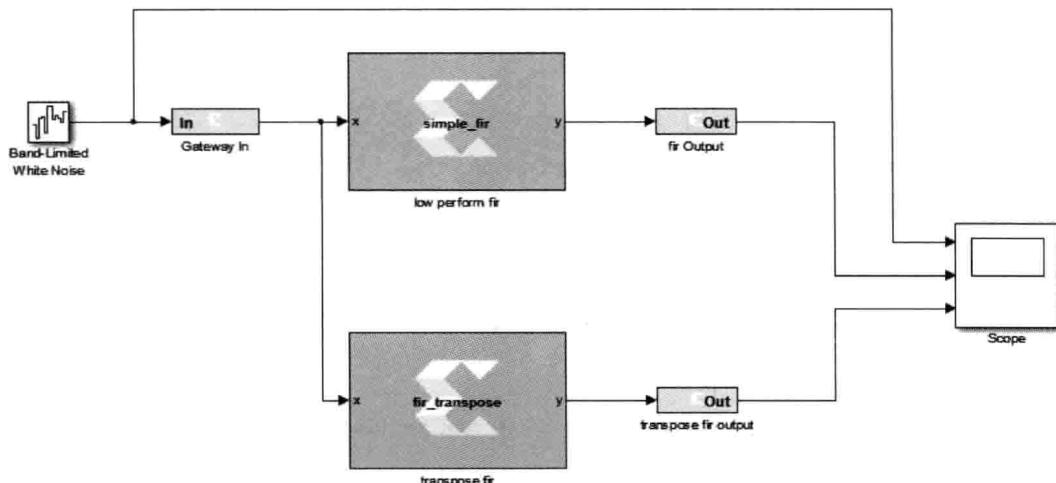
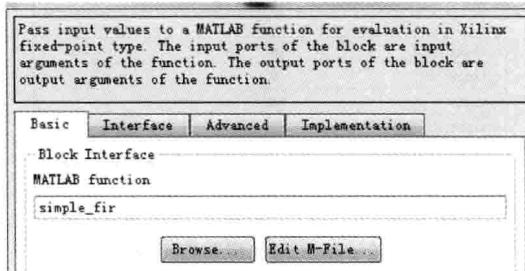
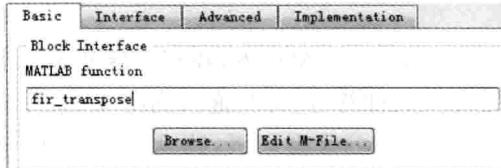
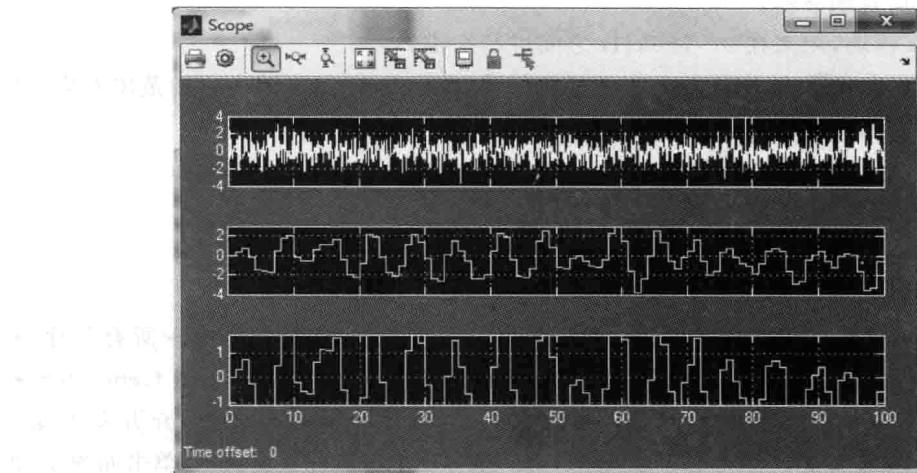

图 6.36 完成后的系统结构
图 6.37 Basic 标签配置界面(1)
图 6.39 Basic 标签配置界面(2)
图 6.41 仿真波形界面
- (3) 在 Simulink 主界面主菜单下,选择 File→New→Model,建立一个新的模型。
- (4) 在 Simulink Library Browser 窗口下,找到并展开 Xilinx Blockset。在展开项中,找到并单击 Math,在窗口右边出现数学运算元件。
- (5) 右侧窗口中,找到图 6.35 所示的 MCode 元件符号,将其拖入到新模型设计界面中(读者可以参考已经完成设计的图 6.36)。
- (6) 类似的,在该界面下,找到图 6.35 所示的 MCode 元件符号,再次将其拖入到新模型设计界面中(读者可以参考已经完成设计的图 6.36)。
(7) 在 Simulink Library Browser 窗口下,找到并展开 Xilinx Blockset。在展开项中,找到并单击 Basic Elements。在右侧窗口中找到 Gateway In 元件符号,将其拖入到模型设计界面中(读者可以参考已经完成设计的图 6.36)。
(8) 在 Simulink Library Browser 窗口下,找到并展开 Xilinx Blockset。在展开项中,找到并单击 Basic Elements。在右侧窗口中找到 Gateway Out 元件符号,将其分两次拖入到模型设计界面中(读者可以参考已经完成设计的图 6.36)。
(9) 在 Simulink Library Browser 窗口下,找到并展开 Simulink。在展开项中,找到 Sources。在右边窗口找到 Band-Limited White Noise 元件,将其拖入到图 6.36 所示的界面中。
(10) 在 Simulink Library Browser 窗口下,找到并展开 Simulink。在展开项中,找到 Sinks。在右边窗口找到 Scope 元件符号,将其拖入到图 6.36 所示的界面中。
(11) 在 Simulink Library Browser 窗口下,找到并展开 Xilinx Blockset。在展开项中,找到 Basic Elements。在右边窗口找到 System Generator Token 符号,将其拖入到图 6.36 所示的界面中。
(12) 双击图 6.36 中上面的 MCode 模块,打开参数配置对话框界面。如图 6.37 所示,单击 Basic 标签。在该标签窗口下,单击 Browse... 按钮。定位到路径:
(14) 单击 Advanced 标签,在该标签窗口下,选中 Enable printing with disp 前面的复选框。
(15) 单击 OK 按钮。
(16) 双击图 6.36 中下面的 MCode 元件符号。打开参数配置对话框界面。如图 6.39 所示,单击 Basic 标签。在该标签窗口下,单击 Browse... 按钮。定位到路径:
(18) 单击 Advanced 标签,在该标签窗口下,选中 Enable printing with disp 前面的复选框。
(19) 单击 OK 按钮。
(20) 双击图 6.36 内的 Scope 元件符号,将 Number of axis 设置为 3。
(21) 如图 6.36 所示,完成模型各个元件的连接。
注:读者可以按照图 6.36 修改各个元件的名字。
(1) 在设计界面工具栏内的输入框中,输入 100;
(2) 在 Simulink 主界面的工具栏内,单击 按钮,开始仿真;
(3) 在如图 6.36 所示的界面中,单击 Scope 符号。如图 6.41 所示,打开仿真观察窗